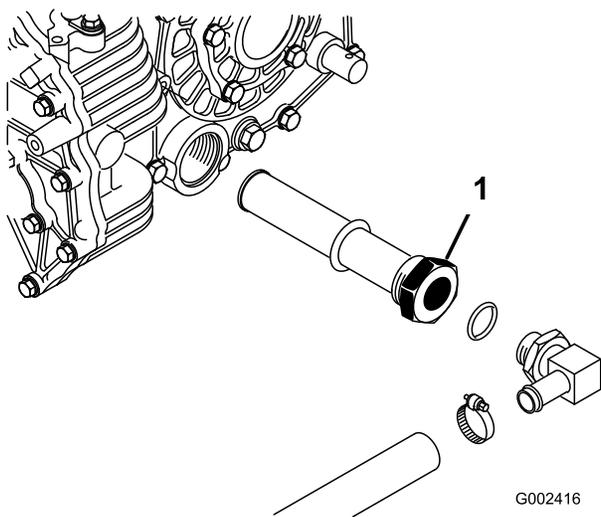

図 74
3. タンク側面のストレーナについている油圧ホースと90°フィッティングの向きを確認記憶する(図 74)。